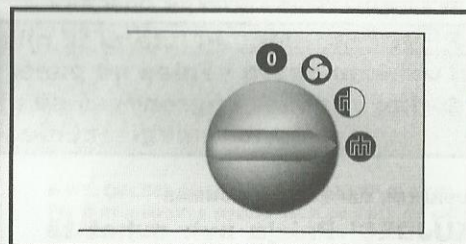

Fig. 7
- ▶ II степень нагрева – рис. 7